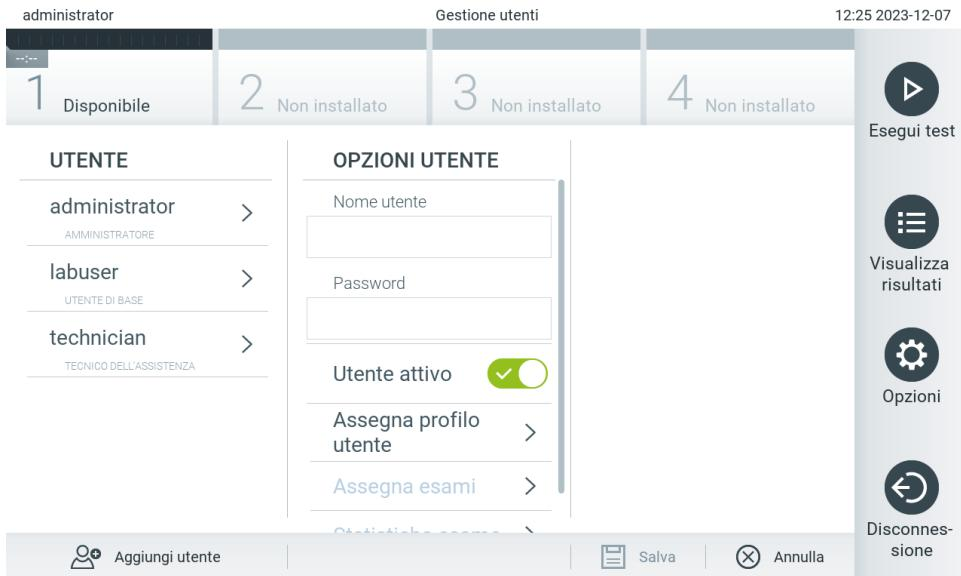

Figura 55. Aggiunta di un nuovo utente.
- Premere Options (Opzioni) > User Management (Gestione utenti) per configurare gli utenti. Nell'area dei contenuti del display, viene visualizzata la schermata User Management (Gestione utenti) (Figura 55).